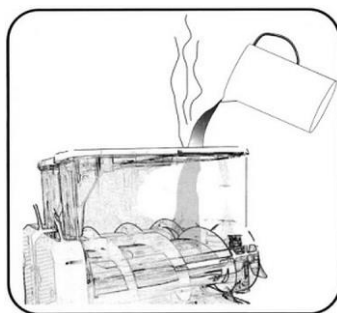

Рис. 17
2. Наполнить резервуар водой комнатной температуры и опорожнить его через сливной кран (рис. 17, 18).